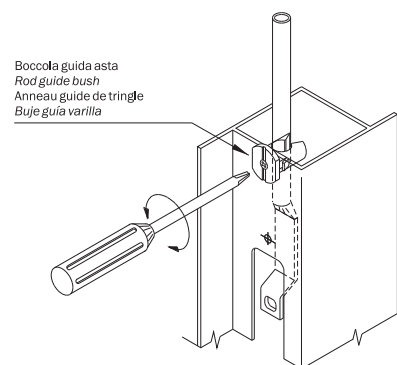

Fig. 3
- 10) Per facilitare eventuali operazioni di smontaggio della serratura è possibile bloccare le aste avvitando le viti delle boccole guida. Fig. 3
- 10) In order to facilitate any dismantling operations of the lock it is possible to block the rods by screwing the guide bushes Fig. 3
- 10) Pour éventuellement faciliter le démontage de la serrure, on peut bloquer les tringles en vissant les vis des anneaux guide de tringle Fig. 3
- 10) Para facilitar eventuales operaciones de desmontaje de la cerradura, se pueden bloquear las varillas enroscando los tornillos de los bujes guía Fig. 3